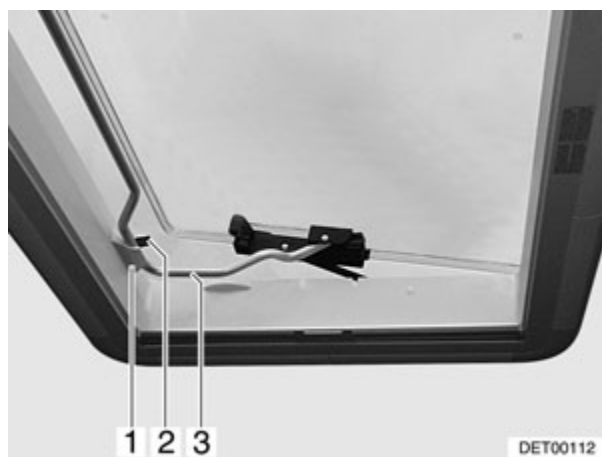

Fig. 45 Lanterneau Heki en position de ventilation 2
- Insérer l'étrier (Fig. 45,3) dans le support (Fig. 45,1).
- Placer le levier (Fig. 45,2) sur l'étrier.